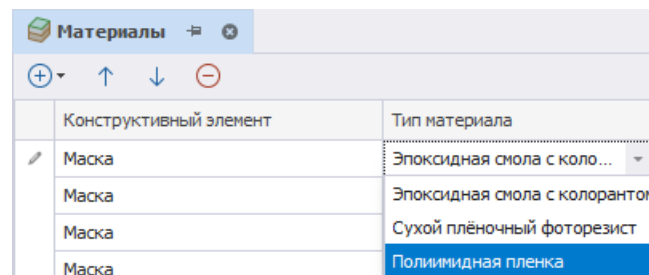

Рис. 81 Выбор материала
3. В поле «Тип материала» из выпадающего списка выберите материал добавленного конструктивного элемента, см. Рис. 81.